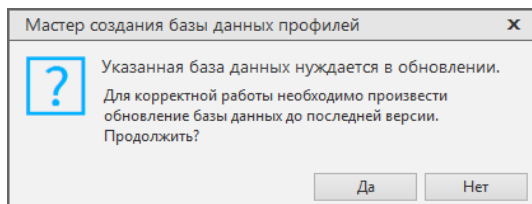
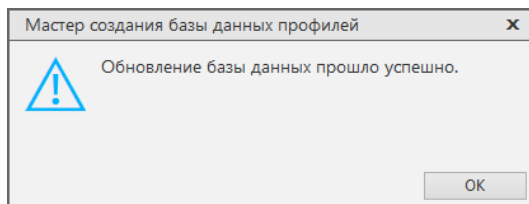

Рис. 3.46
Рис. 3.47
- ◆ Если была выбрана **существующая база данных версий КОМПЛЕКСА 2018**, появится диалог с предложением обновить ее до актуальной версии (рис. 3.46). Нажмите кнопку **Да**. После завершения обновления базы данных вы получите соответствующее сообщение (рис. 3.47). Нажмите кнопку **ОК**.